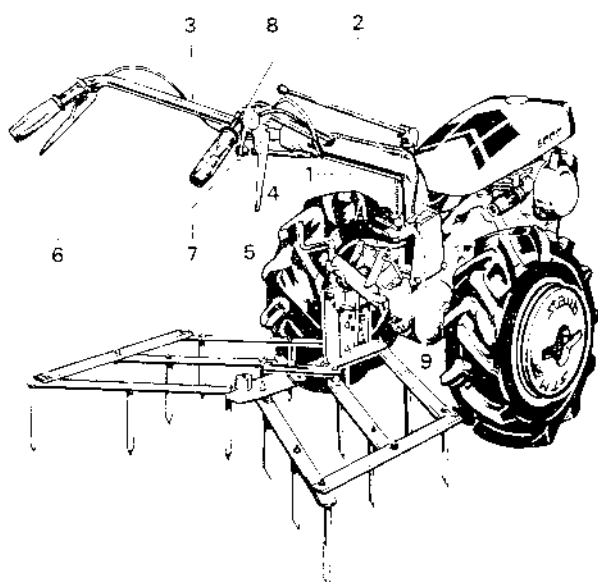

FIG. 6
Pour utiliser la prise de force, le motoculteur étant à poste fixe, ce qui est le cas avec la poulie, il suffit de déclaboter les roues droite et gauche en maintenant encliquetées les poignées (5 & 6) FIG. 6
- sur la poignée droite (repère 5 FIG. 6) pour immobiliser la roue droite et la rendre indépendante,
- sur la poignée gauche (repère 6 FIG. 6) pour immobiliser la roue gauche et la rendre indépendante.